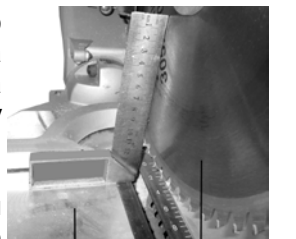

Рис.6
Ослабьте винт фиксации (9), переведите пилу в заднее положение, Рис.2. Как показано на Рис.6, на рабочий стол (36) установите угольник (не комплектуется). Удерживая пилу за рукоятку (17), ручку фиксации угла наклона (24) поверните против часовой стрелки. За рукоятку пилы (17) установите положение пильного диска (20) перпендикулярно рабочему столу (36) – положение зафиксируйте ручкой фиксации угла наклона (24). При необходимости ослабьте винт фиксации (53) указателя (54). Линию указателя (54) совместите со значением  $0^\circ$  по шкале (52). Положение указателя (54) зафиксируйте винтом фиксации (53). Установите вертикально упорную планку (51). На упоре (47) ослабьте положение контргайки (46), отрегулируйте положение винта (48) относительно упорной планки (51), положение зафиксируйте контргайкой (46).
### 10.2. Регулировка угла наклона 45° (Рис.6, 8-9).